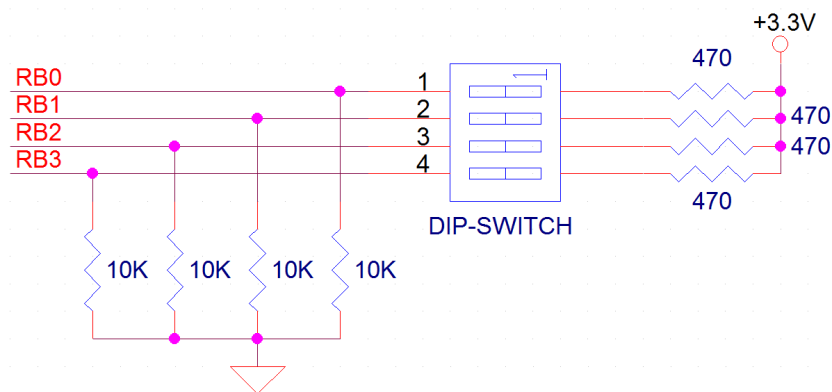

Figura 2. Ligação de um *dip-switch* de 4 posições a portos do PIC32.
2. A Figura 2 apresenta o esquema de ligação de um *dip-switch* de 4 posições a portos do PIC32 (Porto B: **RB0**, **RB1**, **RB2** e **RB3**). Em cada um dos portos, a resistência de 10kΩ destina-se a fixar a tensão a zero quando o *switch* está aberto. A resistência de 470Ω foi incluída para evitar uma possível destruição do porto do microcontrolador no caso de ser configurado, por engano, como uma saída.
- a) Monte na placa branca os componentes do esquema da Figura 2.